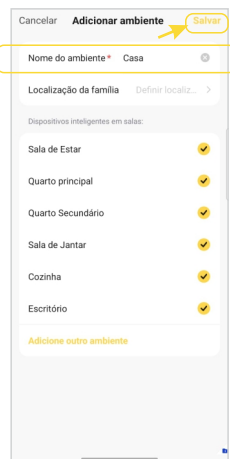
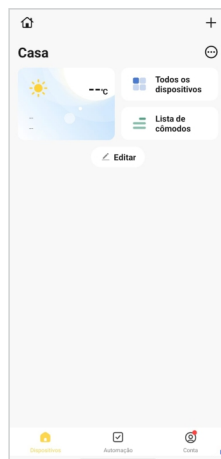

Figura 4
Figura 5
3. Defina um nome para o ambiente e então clique em **"Salvar"** (figura 4) da próxima página. Pronto! O seu novo ambiente está criado, agora basta adicionarmos a fechadura ao novo ambiente (figura 5) da próxima página.